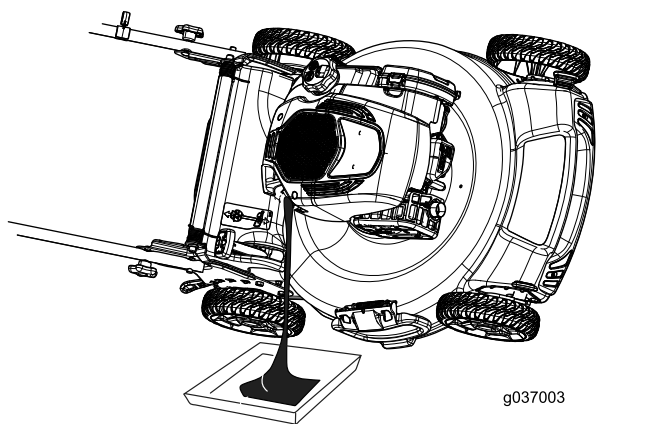

Рисунок 35
- Для слива отработанного масла через маслозаливную патрубку переверните машину набок воздушным фильтром вверх (Рисунок 35).